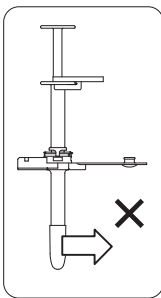

図13
- オブチュレータをボタンに固定した後は、カプセルに横方向の力を加えないこと。カプセル先端の孔とカプセル内のオブチュレータ先端の位置がずれ、ガイドワイヤが通せなくなる可能性がある。(図13)